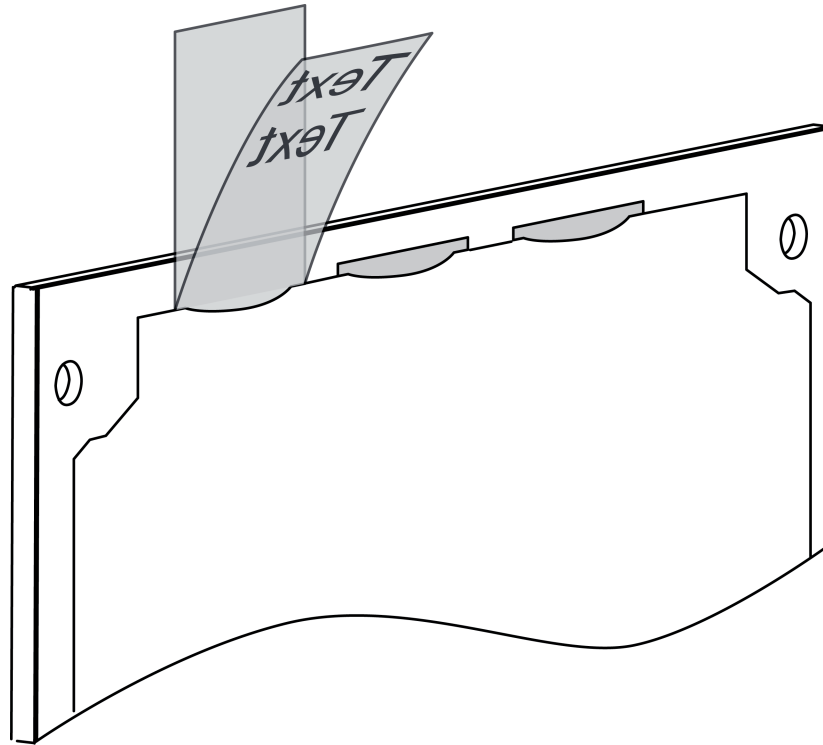

Bild 5: Beschriftung mit zwei Lagen Transparentfolie
- i** Verschmutzungen in den Einschubfächern der Frontplatte, z. B. aufgrund ungeeigneter Stifte oder Papierstreifen, können nicht beseitigt werden. Beschriftung der Sensorflächen muss wisch- und feuchtigkeitsfest, auf geeigneten Medien, z. B. Transparentfolie erfolgen. Empfehlung: Zwei Lagen Transparentfolie verwenden, innenseitig beschriften (Bild 5).